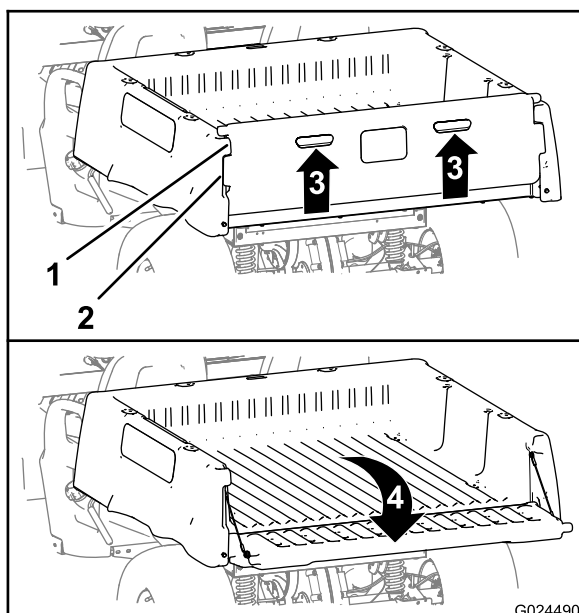

Figura 16
2. Sollevare gli elementi di spinta nel pannello posteriore della sponda (Figura 16).
3. Allineate le flange di bloccaggio della sponda alle aperture tra le flange della sponda posteriore del pianale (Figura 16).
4. Ruotate la sponda posteriore indietro e in basso (Figura 16).
6. Ruotate verso l'alto e in avanti la sponda posteriore, fino a quando le flange di bloccaggio della sponda non sono a livello della tasca della sponda nel pianale (Figura 16).
7. Abbassate la sponda fino a quando non è in sede nella parte posteriore del pianale (Figura 16).